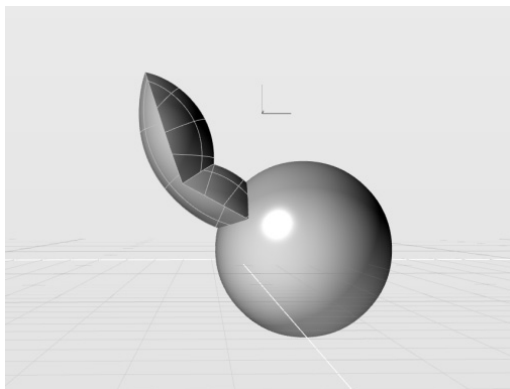

图 4-152 对 3 个球体使用布尔交集运算
2) 激活“布尔交集运算”工具，该工具的操作过程与“布尔差集运算”非常类似。当控制台提示“拾取第一个对象集”时，选择最大的球体（球体 01），按〈Enter〉键或空格键确认；当控制台提示“拾取第二个对象集”时，依次选择另外两个较小的球体（球体 02 和球体 03），按〈Enter〉键或空格键确认，获得结果如图 4-152 所示。